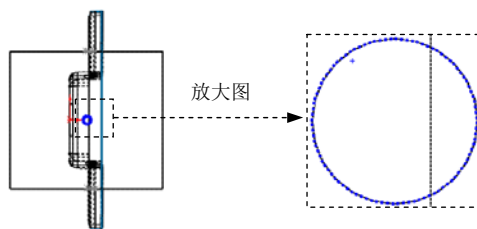

图 10.7.15 草图 3
Step3. 绘制草图。绘制图 10.7.15 所示的草图 3。